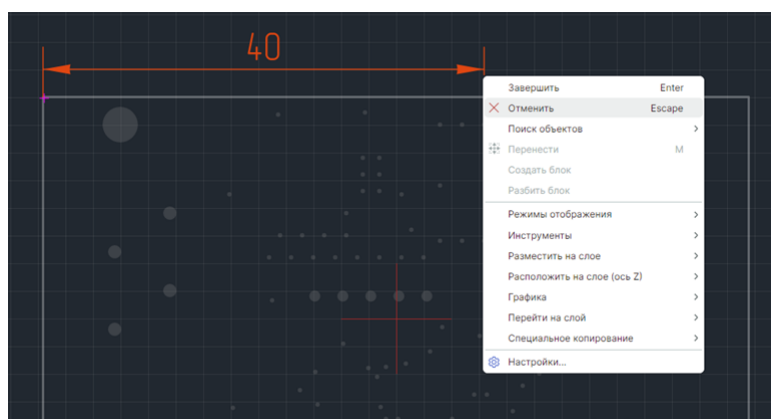

Рис. 263 Отмена размещения размерной линии
5. Размещение линии можно отменить, для этого нажмите клавишу «Escape» или вызовите контекстное меню и выберите «Отменить», см. Рис. 263.